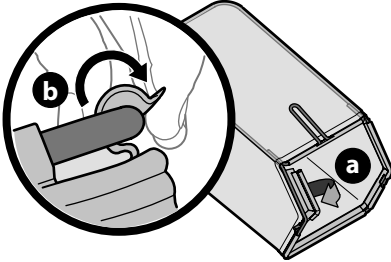

Figura 12
1. Para montar el colector de césped, proceda de la siguiente manera (Figura 12).